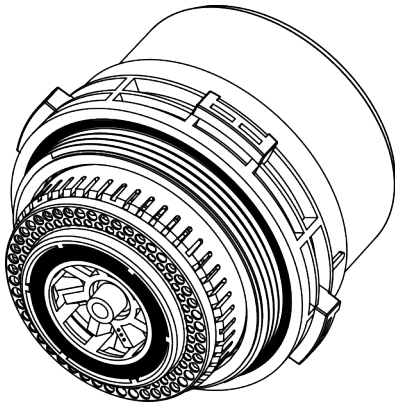

Abbildung 22. Dichtung TE1
1. Korrekten Sitz des kleinen und des großen O-Rings auf der Unterseite des Zählers prüfen und ggf. korrigieren (Abb. 22).